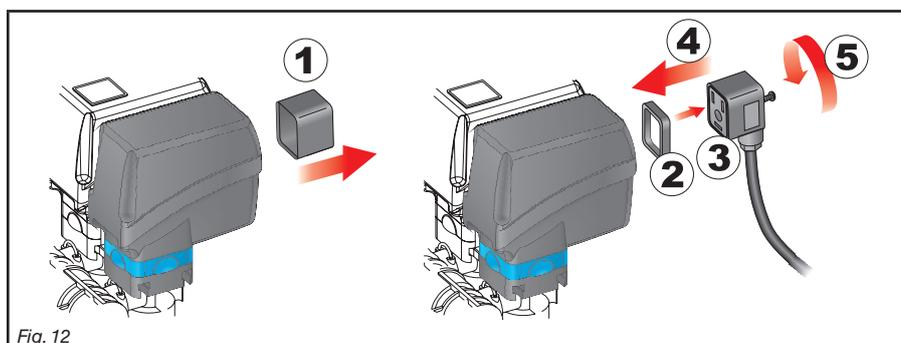

Fig. 12
• Tutti i connettori di collegamento alle valvole devono essere forniti della guarnizione di tenuta prima di procedere al collegamento (Fig. 12).
- Togliete il cappuccio di protezione (1, Fig. 12) dalla valvola elettrica.
- Posizionate la guarnizione (2) imboccandola sul connettore (3) quindi collegate il connettore premendolo a fondo (4): **fate attenzione, durante l'inserimento, a non piegare i contatti elettrici sulla valvola.**
- Avvitare la vite (5) fino al completo serraggio.